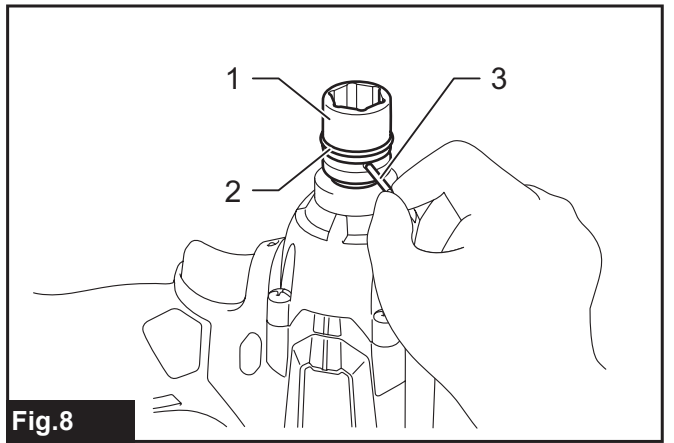

Fig.8
► Rys.8: 1. Nasadka udarowa 2. Pierścień O-ring 3. Kołek